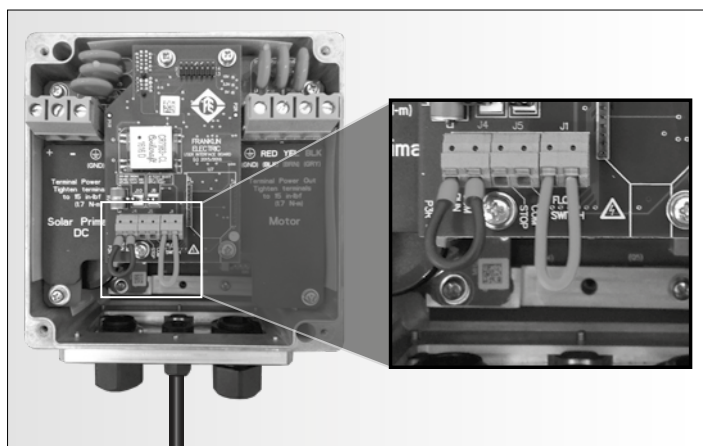

Figura 4
- b) Importante: O sistema de Aeração não utiliza sensores de fluxo e de nível. Por isso, conecte os terminais de entrada “Flow Switch” e “RUN COM” da Unidade de Controle Photon Drive com *jumpers* para permitir a operação adequada (Figura 4).